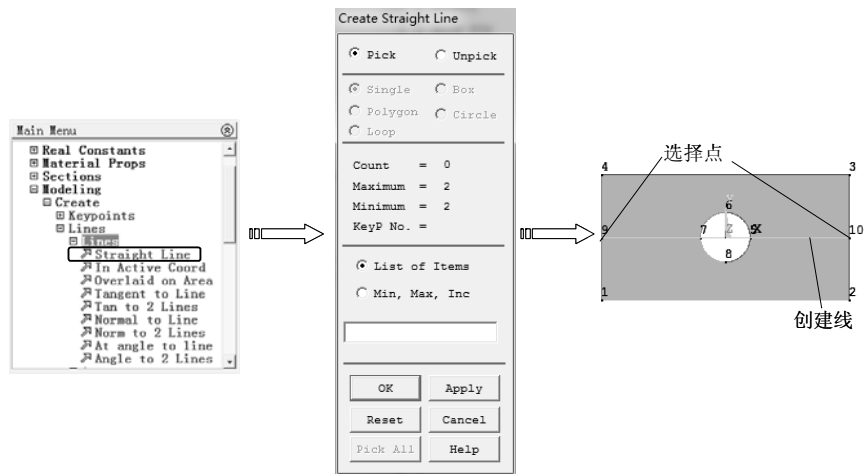

图 6-26 创建直线
8) 选择 “Main Menu> Preprocessor> Modeling> Create> Lines> Straight Line” 命令，弹出 “Create Straight Line” 对话框，提示用户用鼠标在图形窗口中单击左键选中关键点 9 和 10，然后单击 “OK” 按钮创建直线，如图 6-26 所示。